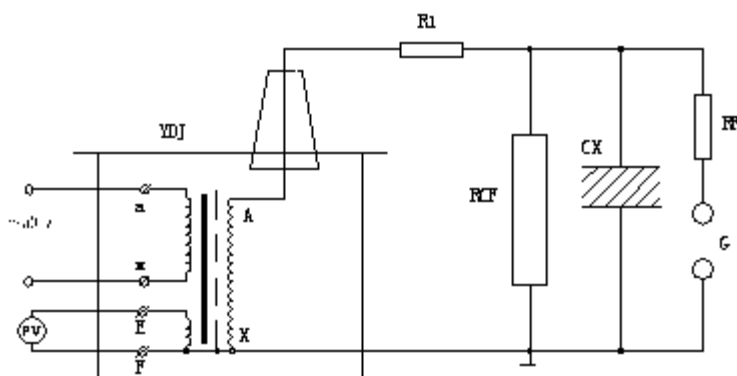

图 6：被试品工频耐压试验接线图
1、YDJ 试验变压器做被试品的工频耐压试验使用接线原理图见图 6。
在工频耐压试验中，低压侧测量电压（仪表电压）不是非常准确的，其原因是由于试验变压器存在着漏抗，在这上个漏抗上必然存在着压降或容升，使试品上的电压低于或高于低压侧测量电压表上反映出来的电压。工频耐压试验时，被试品上的电压高于试验变压器的输出电压，也就是所谓容升现象。感应耐压试验时，试验变压器的漏抗必须存在着压降。为了准确测量被试品上所施加的电压，因此常在高压侧接入 RCF 阻容分压器来测量电压（见图 6）。